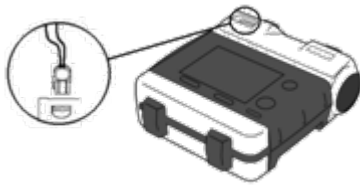

図 1：電極の接続
- 『エッジ電極』を使用する場合、構成品のクイックコンボ REDI-PAK の未使用品を開封せずにコネクタを図 1 のように本品の電極コネクタに接続しておく。
- (1) 患者の心拍が停止していることを確認する。
- (2) 患者を仰向けに横たえ、胸部を露出させる。胸部が毛深い患者の場合は、胸部の毛をそる。患者の胸部がぬれている又は汚れている場合には、払拭して乾燥させる。
- (3) クイックコンボ REDI-PAK 以外のフィジオコントロール社製除細動電極を使用する場合、使用直前に本品の電極コネクタに電極を接続する(図 1)。